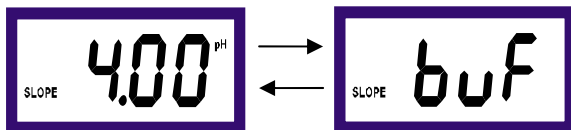

图 7-2
4、数值稳定后按下 CAL 键，仪表将有 4.00 或 4.01(仪表自动识别缓冲液，若缓冲液是碱性则显示 9.18 或 10.00)数值跳闪，且屏幕左侧有 SLOPE 显示，仪表显示如图 7-2、7-3 所示：